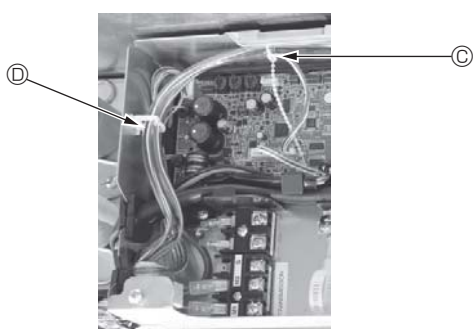
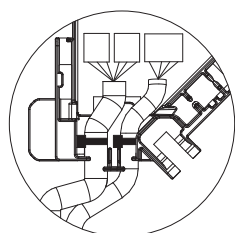

Fig. 5-15
Fig. 5-16
- Поместите излишние соединительные провода датчика i-See и приемника сигнала в проволочный хомут в коробке электрических компонентов, как показано на схеме, и зафиксируйте провода зажимом вместе. (Fig. 5-15) Убедитесь, что лента, фиксирующая соединительные провода датчика i-See и приемника сигнала, расположена внутри коннекторной коробки. (Fig. 5-16)